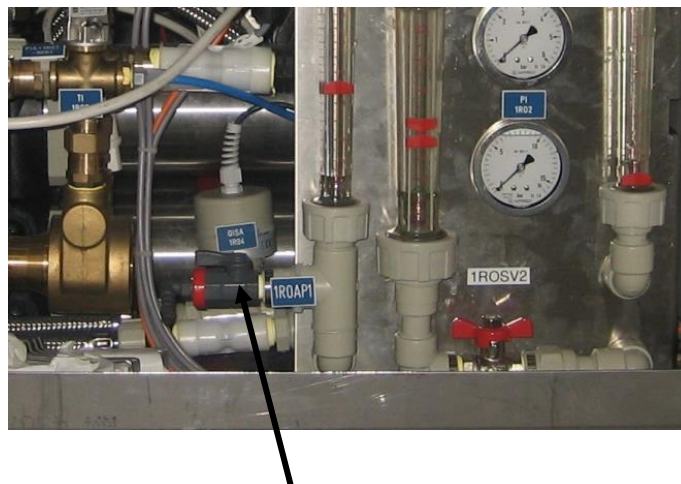

Abb. 3: Probenahmehahn 1ROAP1
- Schließen Sie am Probenahmehahn 1ROAP1 (siehe Abb. 3:) einen Schlauch ($\frac{1}{4}$ " Außendurchmesser) an und führen diesen der Abwasserentsorgung zu.